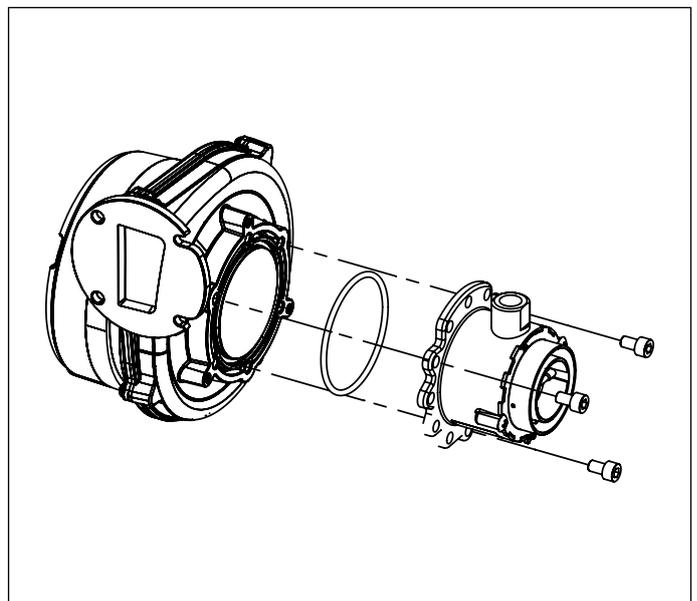

Abb. 37 Mischeinrichtung
- Die Mischeinrichtung nach dem Lösen der drei Innensechskantschrauben entfernen (siehe Abb. 37 Mischeinrichtung).